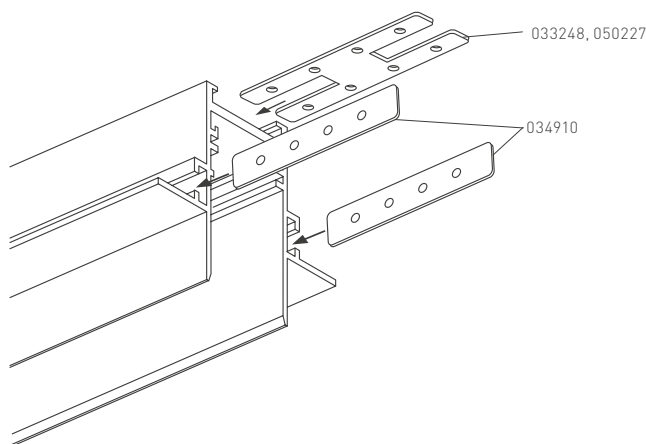

Рис. 3. Установка коннекторов для системы MAG-25
- 3.12. Установите в пазы шинопровода прямые коннекторы MAG-CON-2540-UP-SIDE (БК) (арт. 034910) и MAG-CON-25-UP (арт. 033248, 050227) на половину их длины и закрепите установочными винтами из комплекта поставки (см. рис. 3).